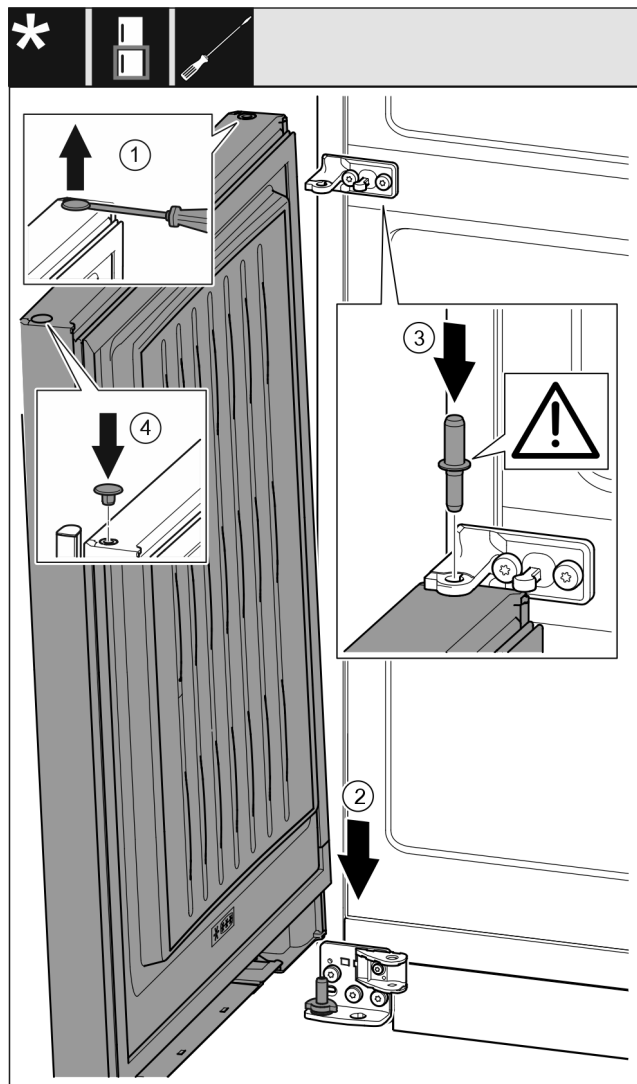

Fig. 57
- ▶ Zátku Fig. 57 (1) opatrně nadzvedněte plochým šroubovákem a vytáhněte.
- ▶ Dveře Fig. 57 (2) nasadte shora na dolní ložiskový čep.
- ▶ Prostřední ložiskový čep Fig. 57 (3) vložte do dolních dveří přes prostřední stojan ložiska. Přitom dávejte pozor, aby zajišťovací vačka směřovala dozadu.
- ▶ Zátku Fig. 57 (4) opět vložte na druhé straně dveří.